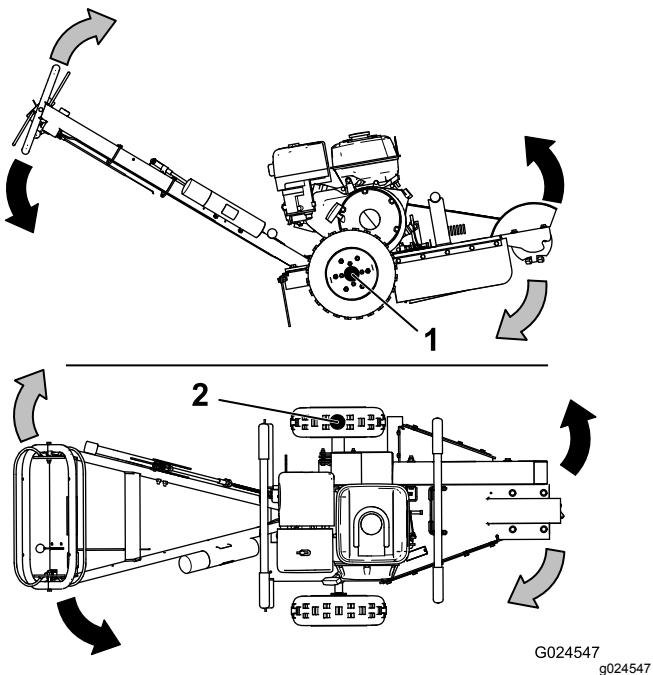

Bild 10
2. Drücken Sie den Holm so weit nach unten, bis das Schneidrad Bodenfreiheit hat (Bild 10).
5. Schwenken Sie das Schneidrad zu einer Seite (Bild 10), senken Sie es dann 1 cm bis 2,5 cm in die obere Vorderkante des Baumstumpfs ab.